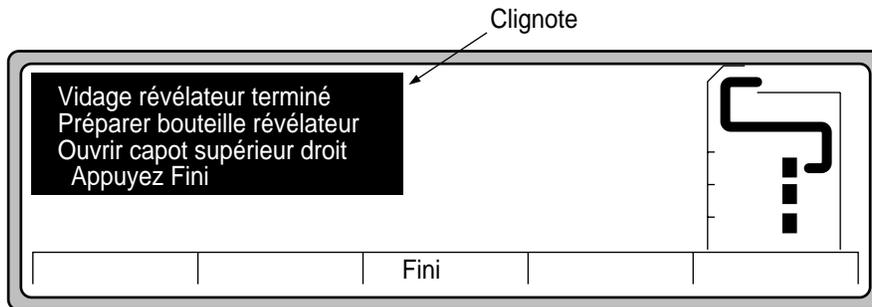

Figure 4-14 Fin du déchargement du révélateur
- Après 45 secondes, le message illustré à la Figure 4-14 s'affiche.